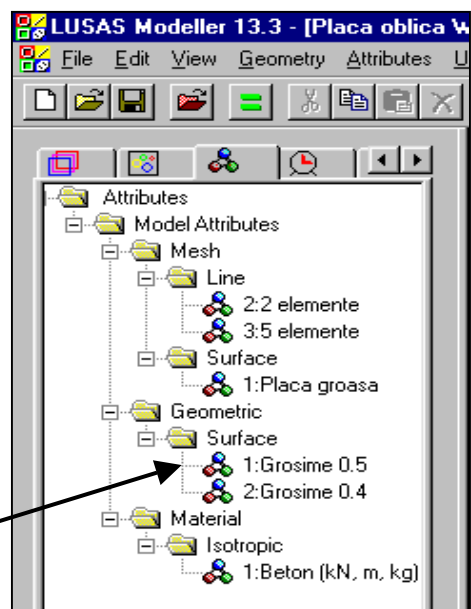

Fig. 20
- cu butonul din stânga al mouseului se selectează setul de date **Grosime 0.4** din fereastra din stânga, meniul **Treeview** (fig. 20)